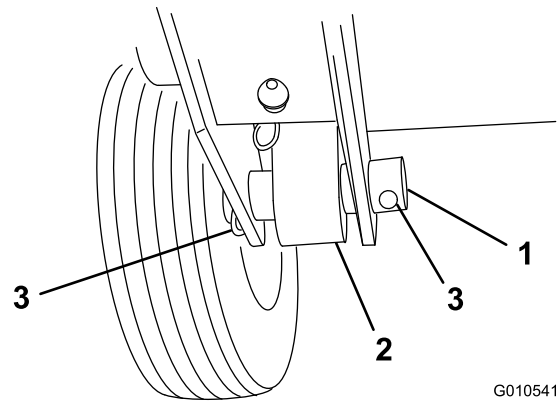

Figure 3
5. Fixez l'arrière du bras de relevage au vérin de relevage au moyen d'un axe de pivot et de 2 goupilles fendues (fournis avec le groupe de déplacement) (Figure 3).